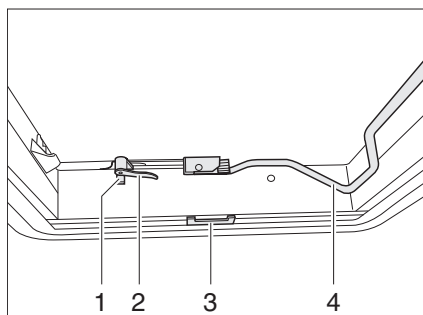
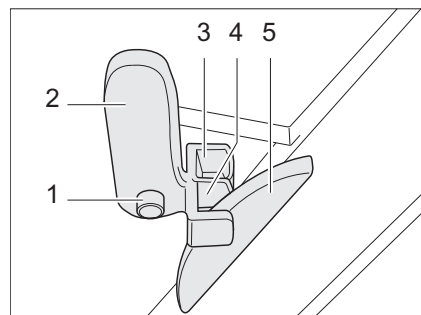

Fig. 49 Lanterneau Heki, fermé
Fig. 50 Lanterneau Heki en position de ventilation 1
- Appuyer sur le bouton de sûreté (Fig. 49,1) et tourner d'un quart de tour vers l'intérieur le levier de verrouillage (Fig. 49,2).
- Tirer l'étrier (Fig. 49,4) vers le bas, hors du dispositif de blocage.
- Tourner le levier de verrouillage (Fig. 49,2 et Fig. 50,2) d'un quart de tour. Le nez du dispositif de verrouillage du toit (Fig. 50,5) doit s'enclencher dans la fourche de verrouillage (Fig. 50,3).
- Enfoncer le bouton de sûreté (Fig. 50,1) et remettre le levier de verrouillage (Fig. 50,2) dans sa position initiale. Le nez du dispositif de verrouillage du toit (Fig. 50,5) doit s'enclencher dans la fourche de verrouillage (Fig. 50,4) inférieure.